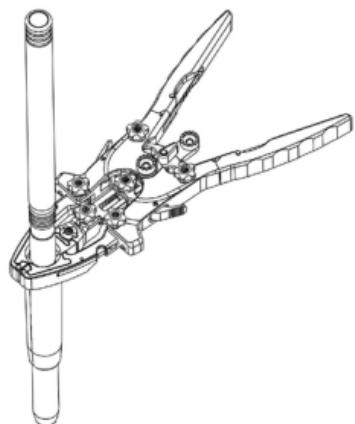

Abbildung 9
- Schieben Sie den Retraktor und die daran befestigten Klingen über den **18-mm-Dilatator** und in die Operationsstelle (Abbildung 9).